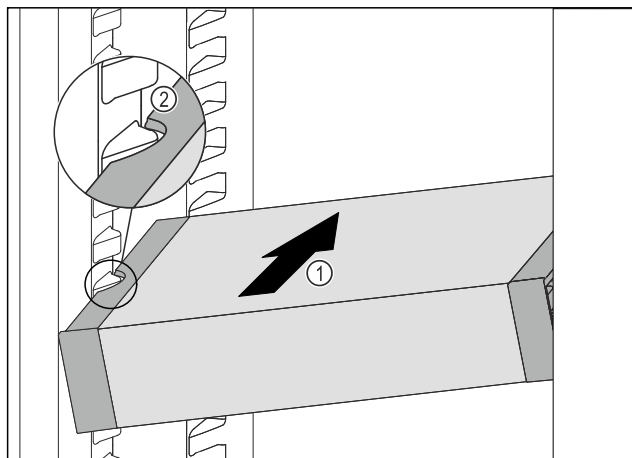

Fig. 170
- Вдвигайте VarioSafe под наклоном в холодильное отделение Fig. 170 (1), пока боковые выемки Fig. 170 (2) VarioSafe не окажутся на высоте выступа резервуара в холодильном отделении.